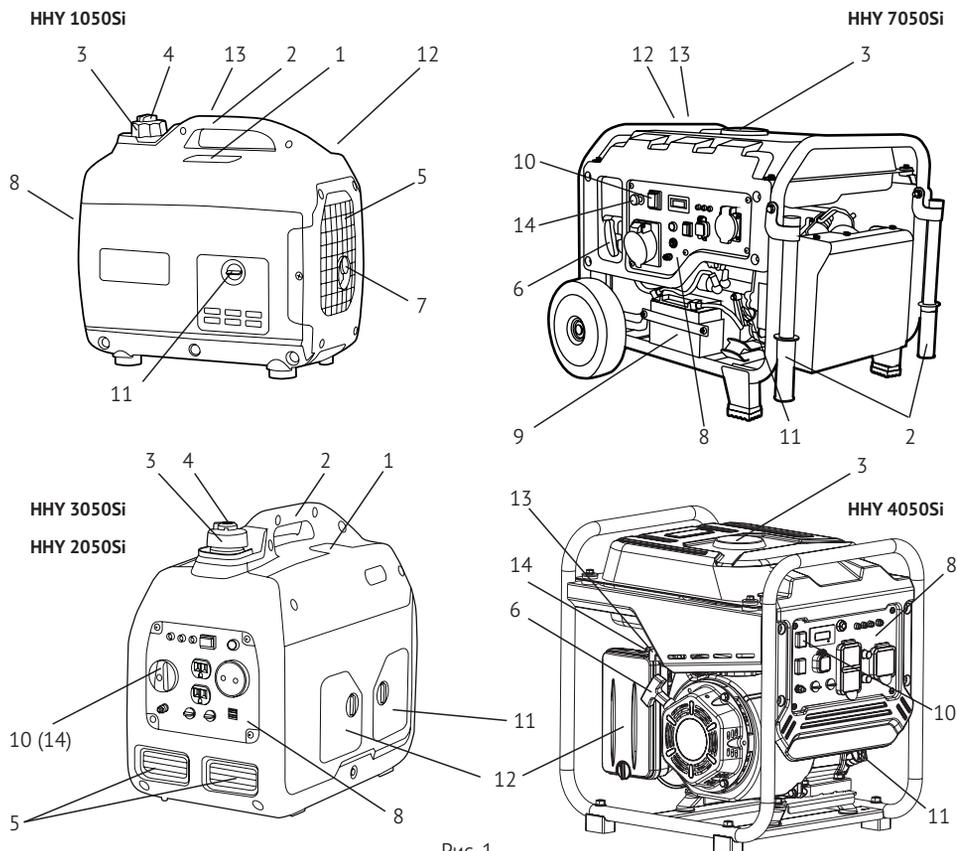

Рис. 1
Снимите крышку (3) (рис. 1) и заполните топливный бак бензином (рис. a1). Максимальный уровень заполнения бака находится на уровне 5 мм от нижнего края горловины (рис. b2).
- Снимите крышку корпуса (11) (рис. 1), для моделей ННУ 1050Si, ННУ 2050Si, ННУ 3050Si, для ННУ 9050Si и ННУ 10050Si (рис. 1.1), поз. 14.